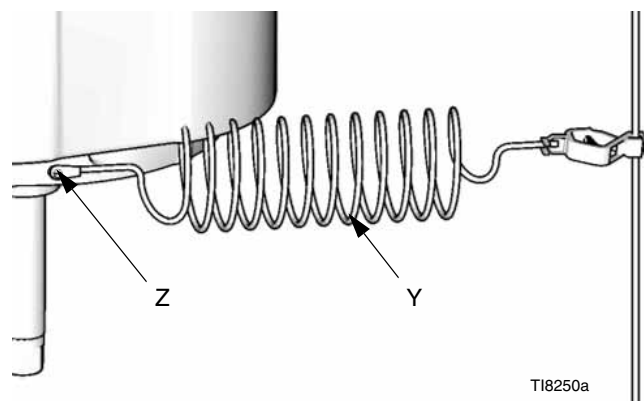

FIG. 1
**Pompe :** utilisez une vis de mise à la terre (Z) et la rondelle d'arrêt du moteur pour relier le fil de terre 244524 (Y). Serrez solidement les écrous. Raccordez l'autre extrémité du fil à une véritable prise de terre. Consultez la FIG. 1.